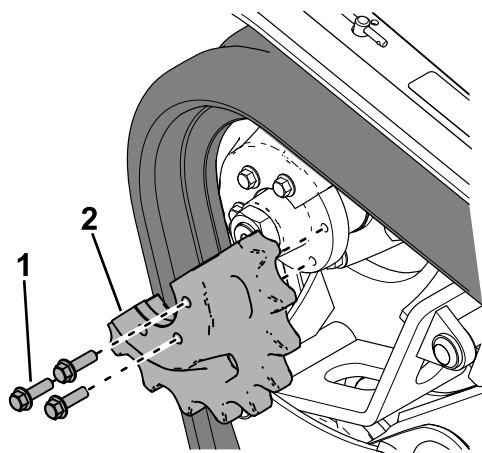

**Figura 61**
8. Usando una llave de carraca de ½", alivie la tensión en la oruga girando el tornillo tensor en sentido horario (Figura 57 y Figura 61).
9. Retire los 3 pernos que fijan la mitad de piñón que no está acoplada con la oruga (Figura 61).
14. Coloque la nueva oruga alrededor de la rueda delantera (Figura 61).
15. Presione la oruga debajo y entre las ruedas de rodaje y colóquela alrededor del bastidor (Figura 61).